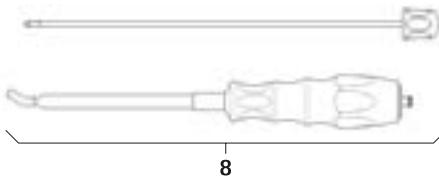

Fig. 3
- Desmontar el instrumento de inserción de varilla 8, ver Fig. 3: